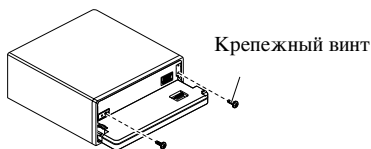

Рис. 15
4. Прикрепите переднюю панель к устройству крепежными винтами. (Рис. 15)